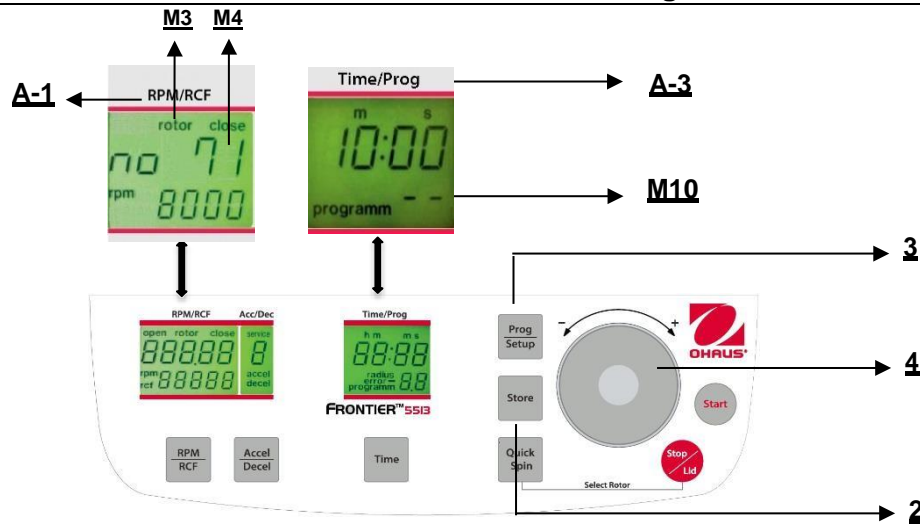

Figure. 22
Pour rappeler des programmes mémorisés, appuyer sur la touche **"Prog/Setup"** (3) (voir la figure 22) alors que le couvercle est déjà fermé. Sur l'affichage **"Time/Prog"** (A-3), le mot **"programm -"** (M10) apparaît. Le numéro de programme désiré peut être présélectionné avec le cadran de réglage (4).
Pour quitter le mode de programmation, appuyer simplement sur la touche **"Prog/Setup"** (3) (voir la figure 22). Sur l'affichage **"Time/Prog"** » (A-3), le mot **"programm"**(M10) apparaîtra.